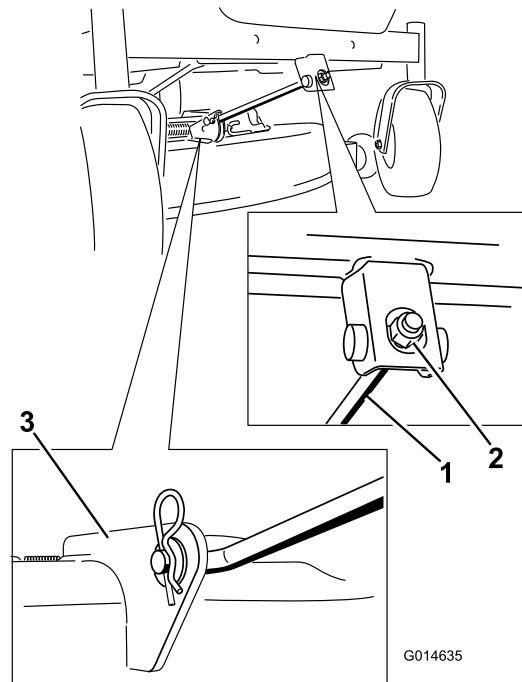

Figura 67
4. Remova o contrapino do gancho da barra de suporte da frente e remova a barra do suporte da plataforma (Figura 67). Baixe cuidadosamente a parte da frente da plataforma do cortador para o solo.
- Coloque a barra de suporte frontal na plataforma do cortador com o pino de segurança e contrapino do ganco (Figura 67).